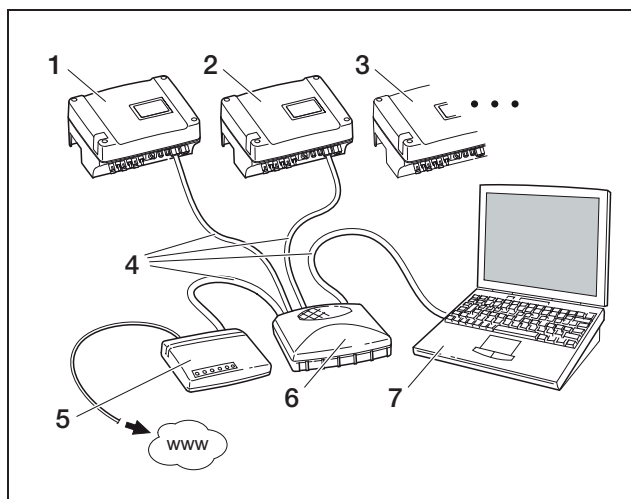

Abbildung 78: Kommunikationsboard I:
- Oder Sie betreiben den Wechselrichter an einem DSL-Anschluss mit Router und wollen sich von außerhalb über den Router mit dem Wechselrichter verbinden (Abbildung 78 bzw. 79).